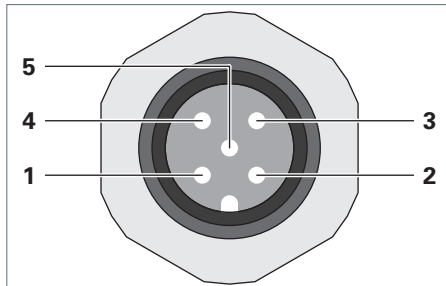

Fig. 5: Configurazione degli attacchi.
- ▶ Applicare 24 V DC al polo **2**, vedi Fig. 5.